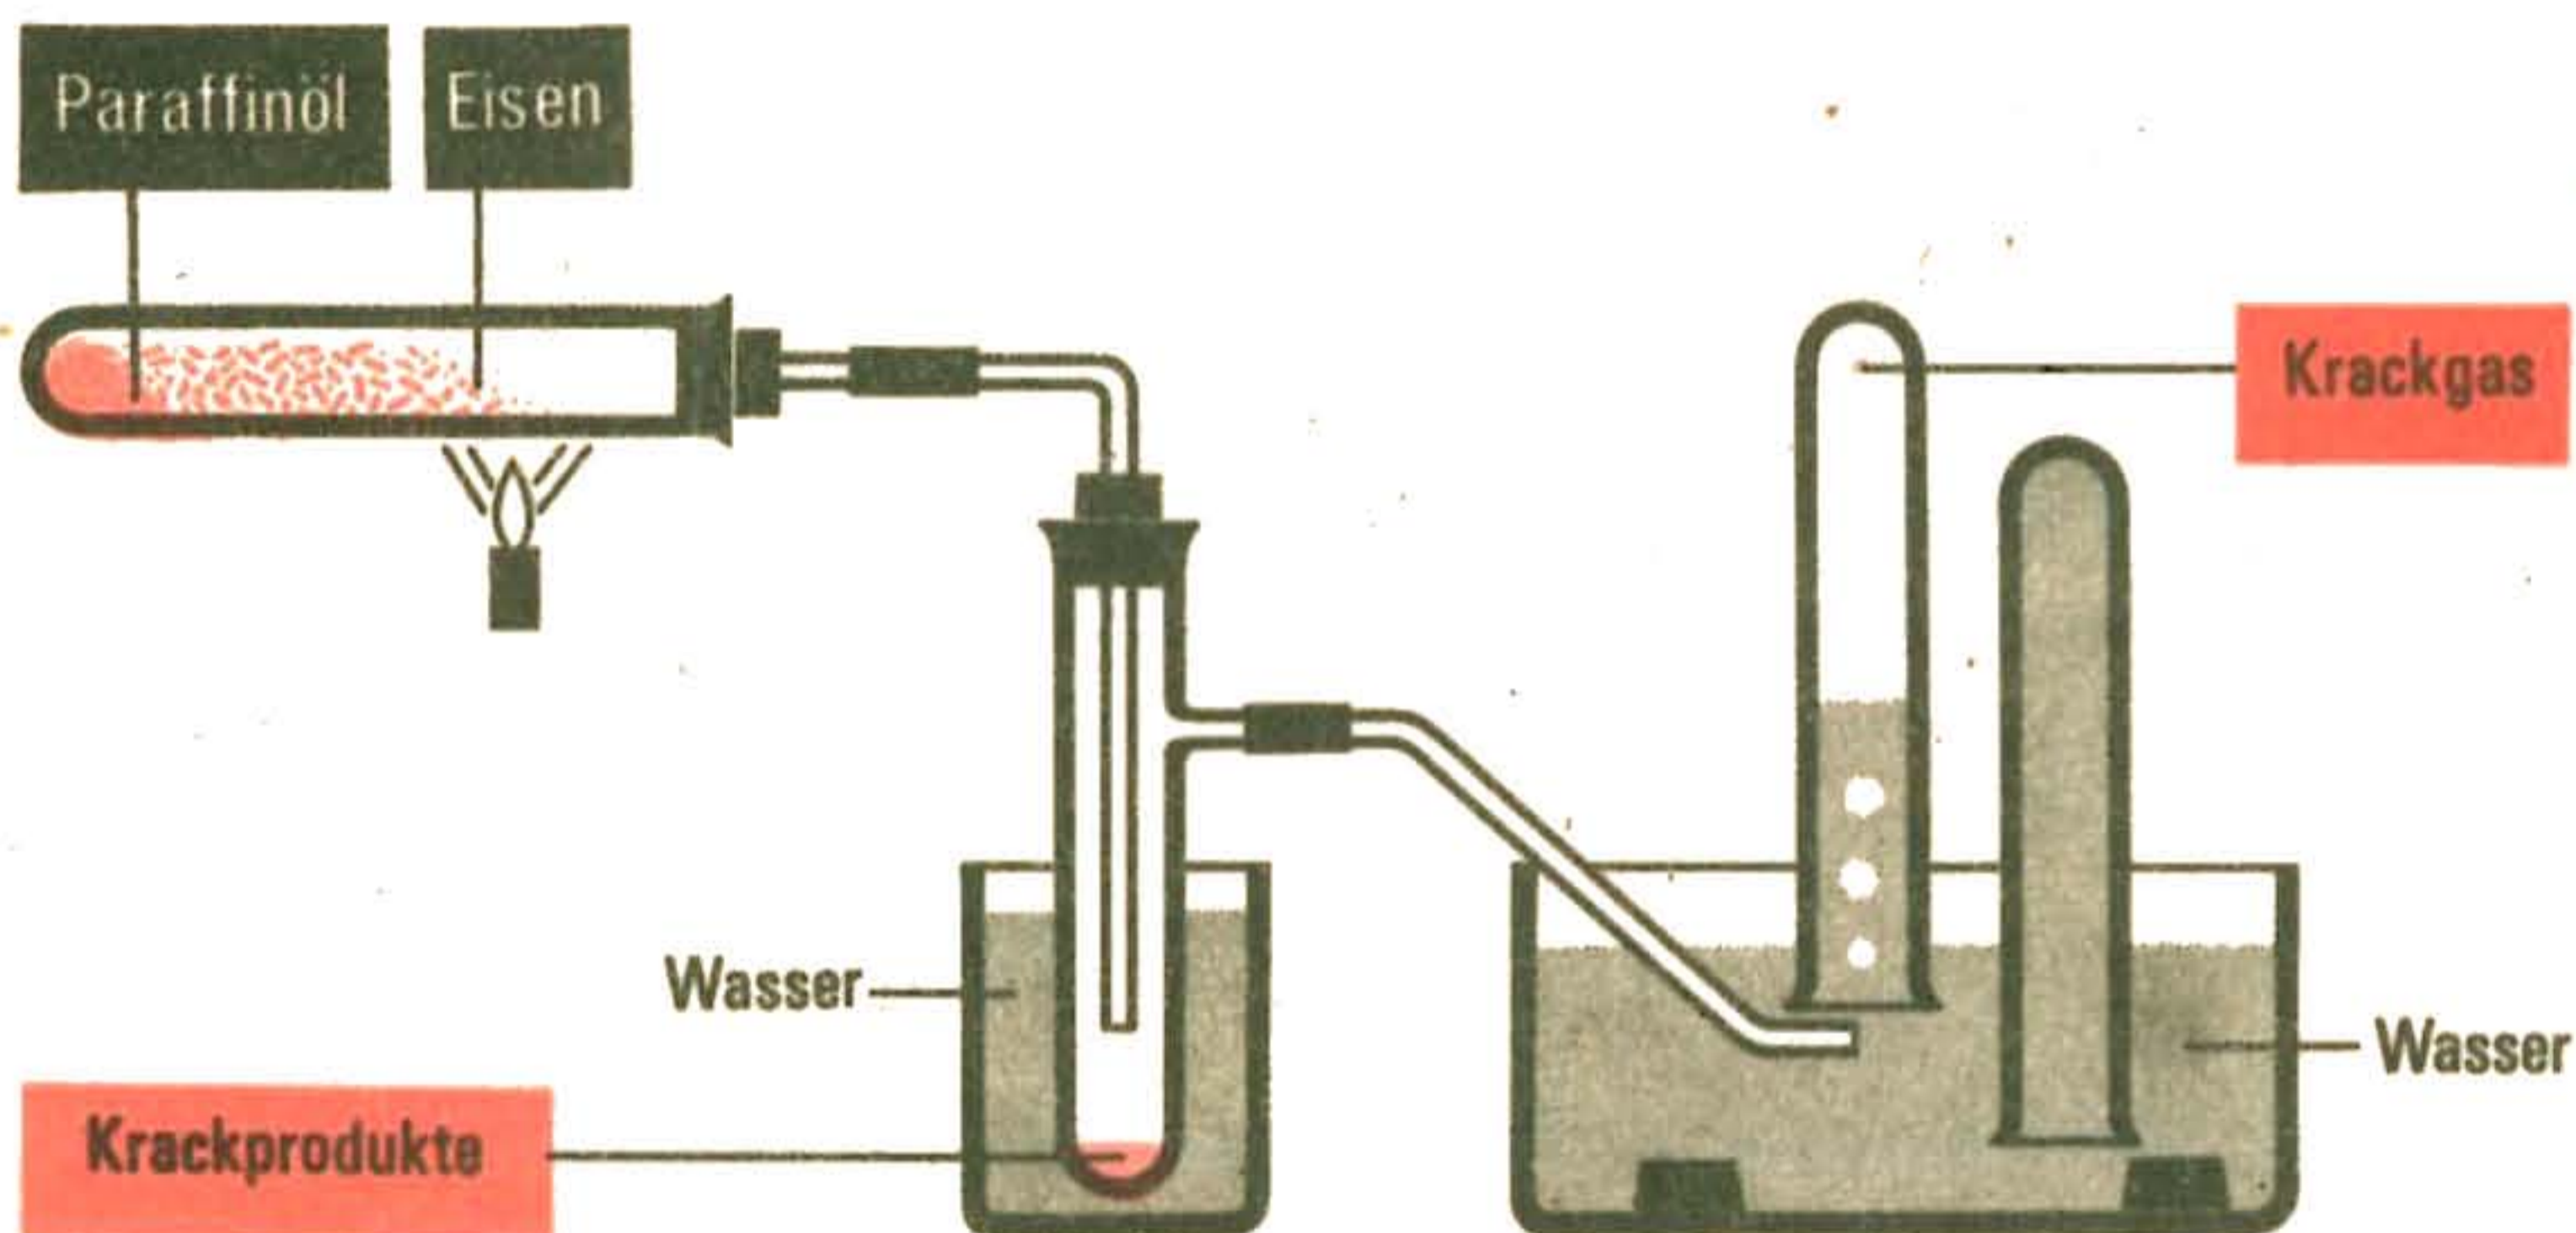

Abb. 15
1. Gib in das erste Halbmikro-Reagenzglas der Apparatur (Abb. 15) 15 ... 20 Tropfen Paraffinöl!
3. Baue die Apparatur zusammen (Abb. 15) und prüfe durch vorsichtiges Erwärmen des ersten Halbmikro-Reagenzglases in der Nähe der Öffnung, ob die Apparatur dicht ist!